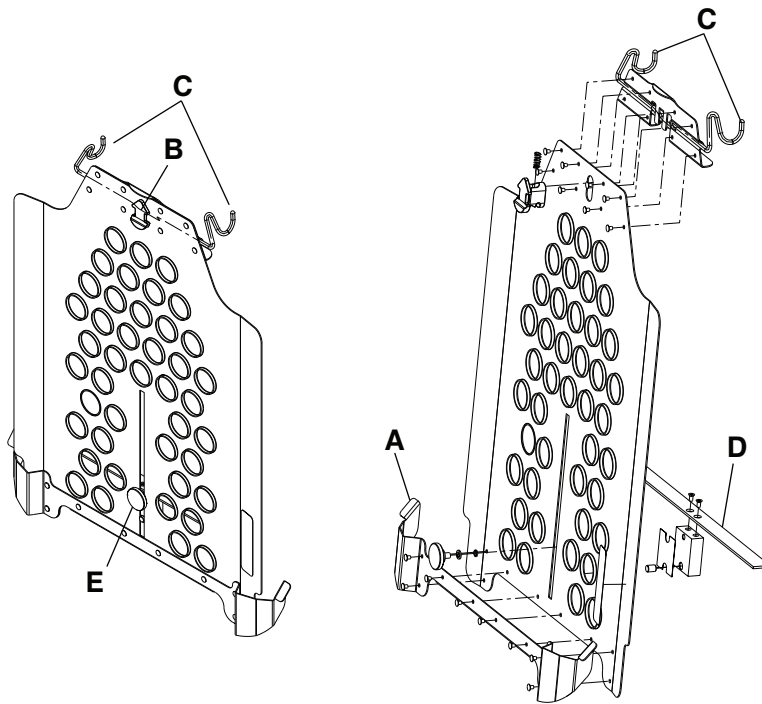

图 28 – X 射线暗盒支架
3. 将下护圈导轨 (A) 插入靠背焊杆下方 (图 28)。